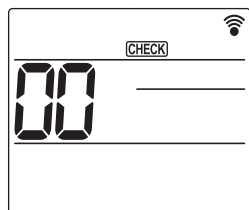

Fig. 6-7
- ① Schakel minstens 12 uur voor het proefdraaien de stroom van de unit in.
- ② Houd de toets [MENU] 5 seconden ingedrukt. (Fig. 6-7)